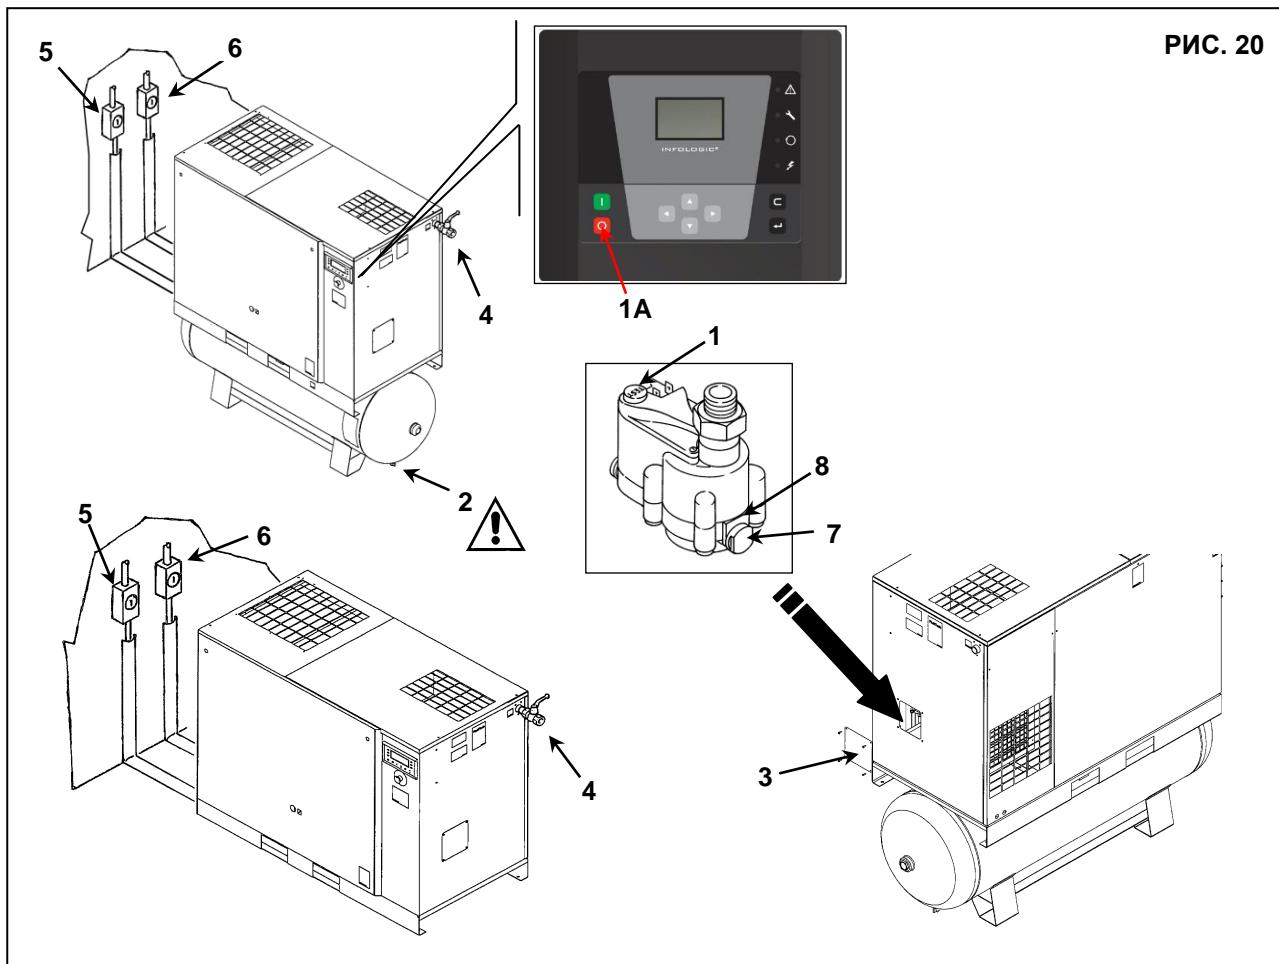

РИС. 20
- Закройте пробку (поз. 4, Рис. 20)